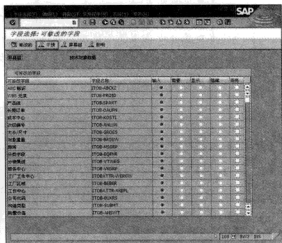

图 10-87 “字段选择：可修改的字段”界面
STEP 2 双击“指定设备字段的字段选择”选项，进入“字段选择：可修改的字段”界面，如图 10-87 所示，从中单击“干预”按钮。